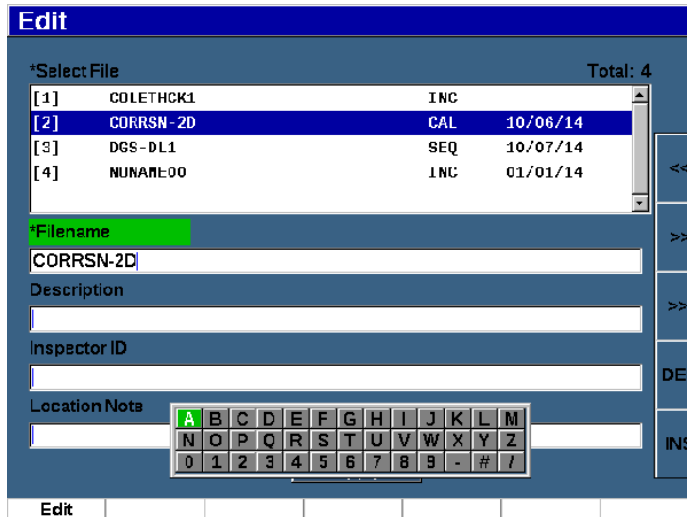

Figura 4-12 La pagina di Modifica con la rispettiva tastiera virtuale
1. Accedere a una pagina di configurazione che contiene parametri con valori alfanumerici (riferirsi all'esempio di Figura 4-12 a pagina 112).